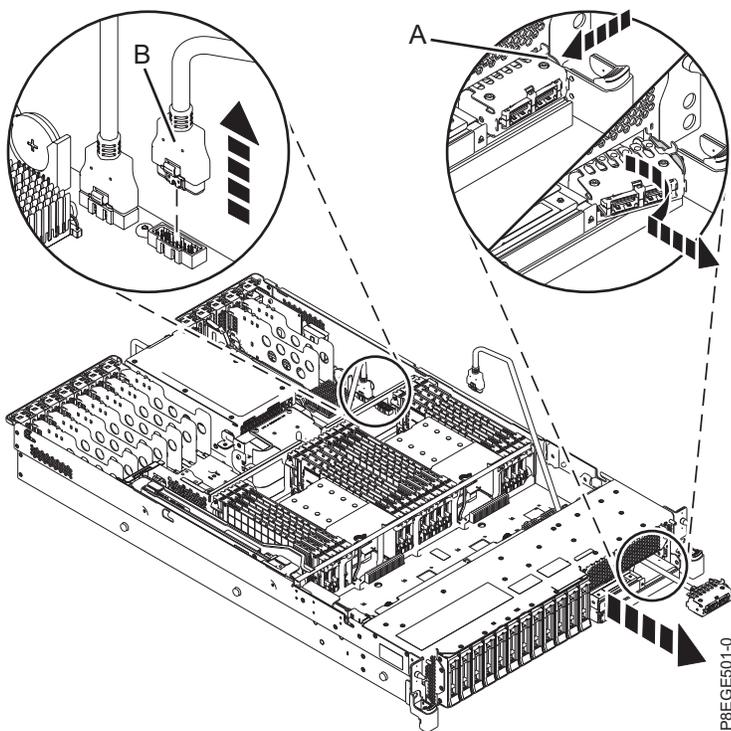

Abbildung 3. USB-Kabel aus der Systemrückwandplatine herausziehen
5. Ziehen Sie das USB-Kabel an der Vorderseite aus der Systemrückwandplatine heraus. Siehe (**B**) in Abb. 3 auf Seite 6.
6. Lösen Sie das USB-Kabelgehäuse von der Vorderseite des Systems. Drücken Sie auf die rechte Seite des Gehäuses (**A**) und schwenken Sie es nach links. Ziehen Sie es zu sich hin aus dem System heraus, wie in Abb. 3 auf Seite 6 dargestellt.